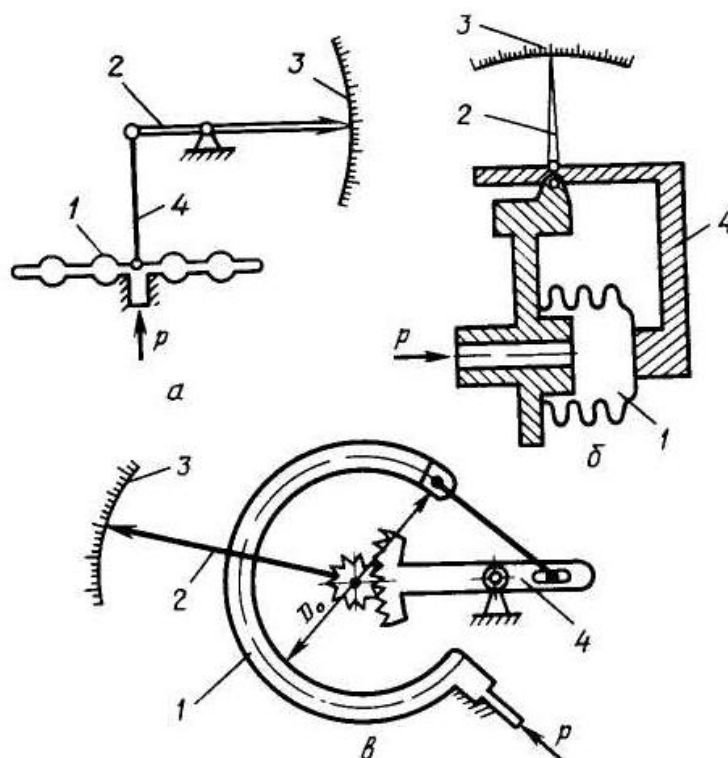

Рис. 2.2. Деформационные манометры:
**Пружинные манометры** (рис. 2.2). В пружинных приборах чувствительными элементами могут быть: трубчатые одно- или многовитковые пружины, мембраны, мембранные коробки и сильфоны.